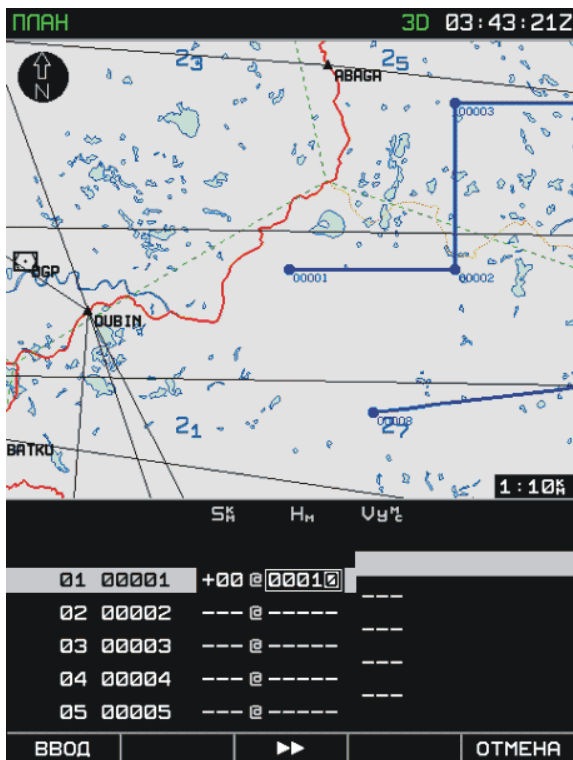
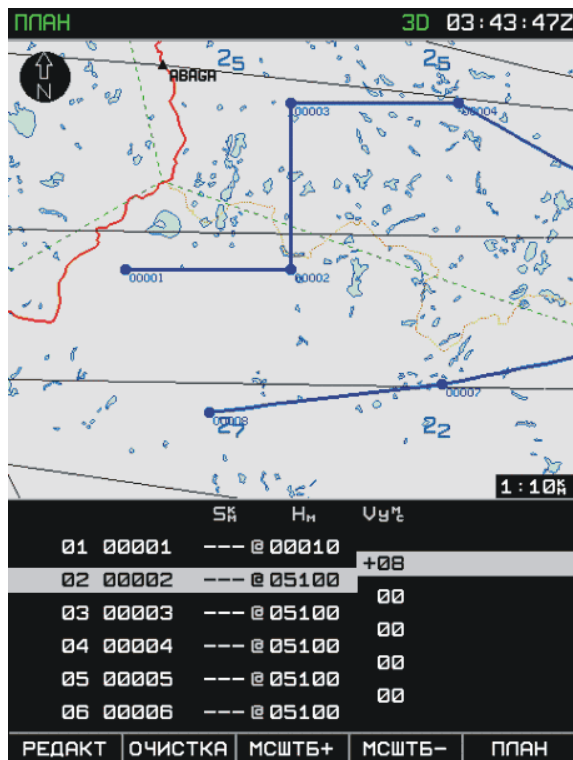

Рис.69. Ввод значения высоты полета для первого участка
Рис.70. Результат автоматического заполнения полей высоты полета на участках маршрута
ввод значений  $S_{\text{к}}$  и  $H_{\text{м}}$  осуществляется с использованием манипулятора курсора, выбор строки для изменения либо продольным нажатием, либо нажатием кнопки РЕДАКТ (Рис.69). Переход к следующему символу – продольным нажатием оси манипулятора, к редактированию следующего поля – нажатием кнопки ►►. Запись значения в план осуществляется по нажатию кнопки ВВОД. При этом автоматически заполняются поля высоты полета от текущего поля до КППМ (Рис.70).
1. В позицию  $H_{\text{м}}$  участка маршрута от которого необходимо начать планирование занятия высоты ввести требуемое значение (Рис.70).